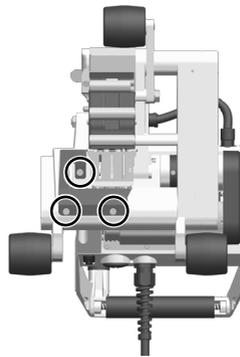

Figure 2
- Desserrer les trois vis à tête fraisée plate de la plaque de protection des câbles (figure 2) et retirer la plaque de protection des câbles.
- Fixer à nouveau la plaque de protection des câbles à l'aide des trois vis à tête fraisée plate (figure 2). Veiller à ce que les câbles des cartouches chauffantes et de la sonde de température ne soient pas pincés.